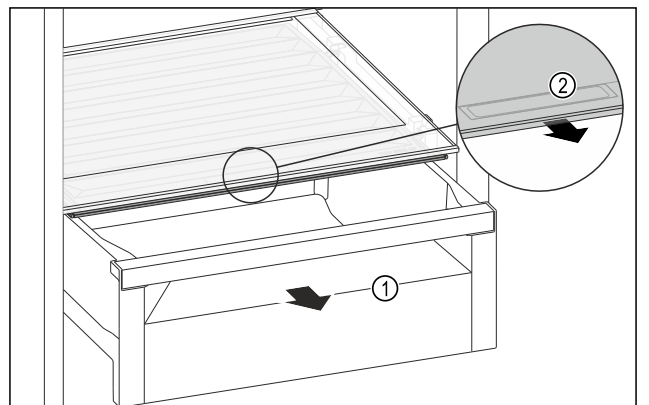

Fig. 188
- Schubfach Fig. 188 (1) herausziehen.
- Griffmulde Fig. 188 (2) am Fachdeckel anfassen und Fachdeckel gleichzeitig nach vorne ziehen.